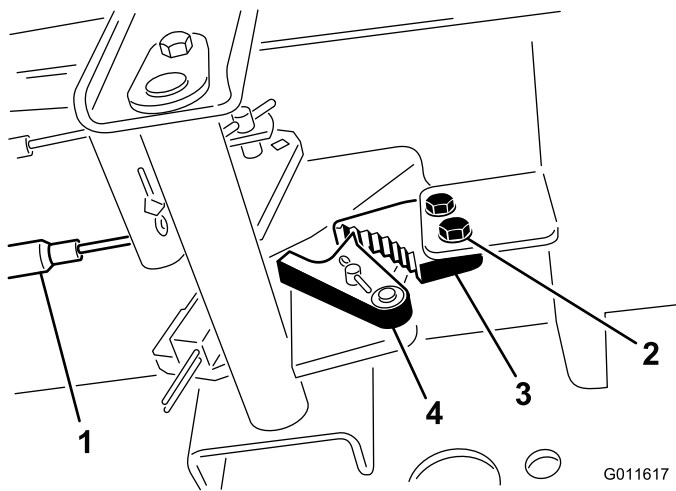

图66
1. 松开将驻车刹车闸固定到机架的 2 个螺钉（图66）。
- 向前踩驻车刹车踏板，直到刹车卡槽完全接合刹车闸（图66）。